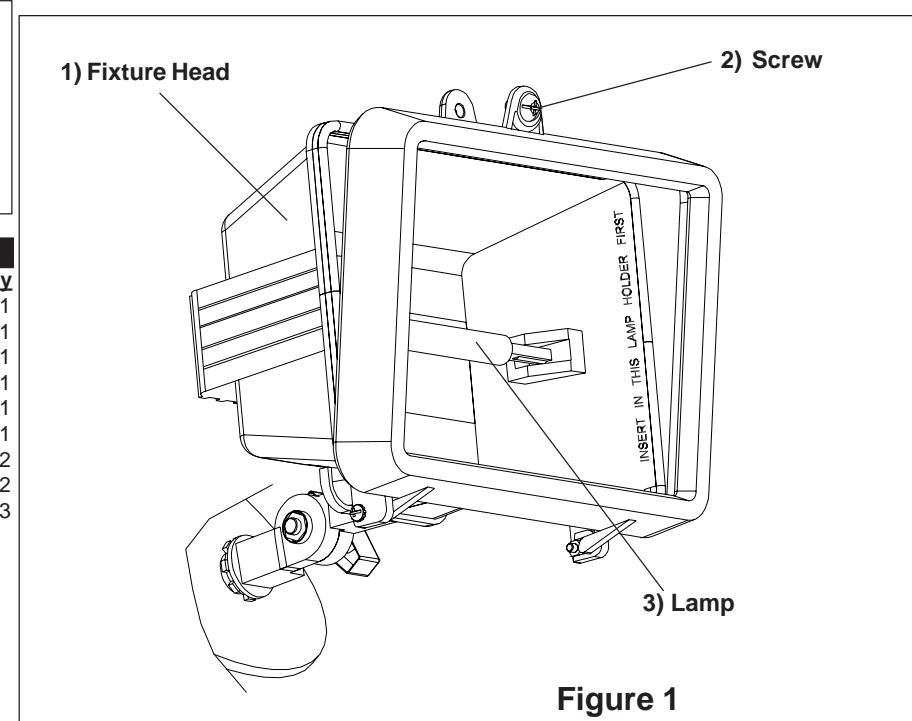

Figure 1
- Desserrer la vis (2) sur le dessus** de la tête de l'appareil (1) et ouvrir la porte du compartiment de lampe. **Voir la fig. 1.**
2. Loosen Screw (2) on top of Fixture Head (1) and open Lamp compartment door. **See Fig. 1.**
2. Afloje el Tornillo (2) encima de cabeza del luminario (1) y abra la puerta del compartimento de la lámpara. **Vea. Fig. 1.**